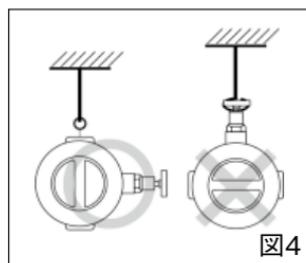

図4
- H. バイパスバルブにフック等を掛け、吊り下げをしないでください。大口径タイプ(250mm~600mm)を吊り上げる場合は、必ず吊りボルトを使用してください。(図4)